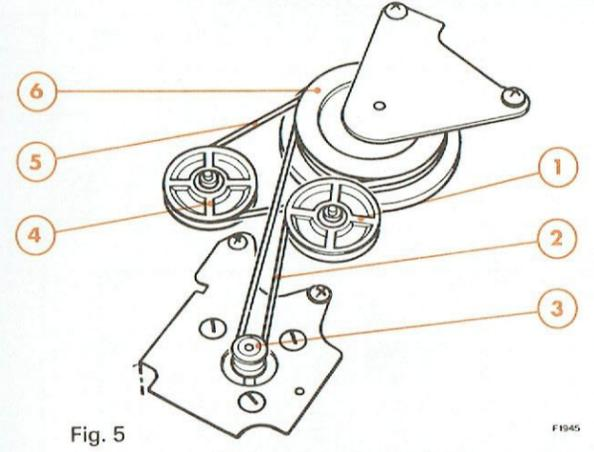
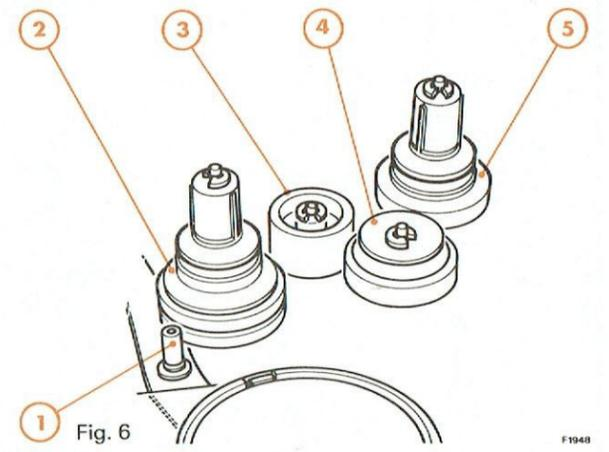

Fig. 5
Fig. 6
- Si la valeur mesurée est en dehors de ces tolérances, il convient de remplacer ou de déformer le ressort (3) de la façon suivante :
B. CONTROLE DES COUPLES D'ENTRAINEMENT EN LECTURE, AVANCE RAPIDE ET RETOUR RAPIDE (Fig. 5 et 6)
Si les couples d'entraînement sont en dehors des tolérances, nettoyer, à l'aide d'un coton tige imbibé d'alcool, les poulies (1), (3), (4) et (6) et les courroies (2) et (5) de la figure 5, et les poulies (1), (2), (3), (4) et (5) de la figure 6.